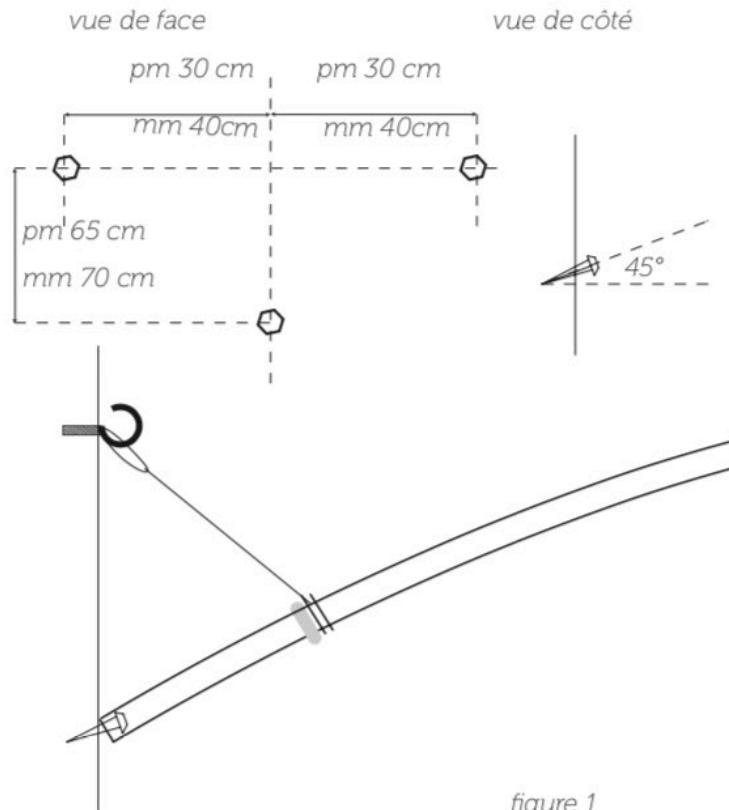

figure 1
- Vous pouvez régler l'inclinaison du tube en faisant coulisser le joint de blocage des câbles de suspension sur le tube. (voir figure 1 ).
(See figure 1)